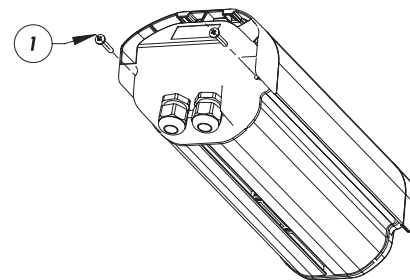

Fig. 1
- Rimuovere il gruppo fondo posteriore-slitta interna, svitando le due viti poste lateralmente, come descritto precedentemente. (Fig. 1, punto 1).
- Retirer le groupe fond postérieur-glissière interne en desserrant les deux vis placées latéralement, comme décrit précédemment. (Fig. 1, point 1).
- Remove the unit consisting of the back and inner slide, undoing the two screws at the sides, as described previously (Fig. 1, point 1).
- Die beiden Seitenschrauben abnehmen und die Einheit aus hinterer Abdeckplatte und Innenschlitten entfernen, wie vorstehend beschrieben (Fig. 1, Punkt 1).